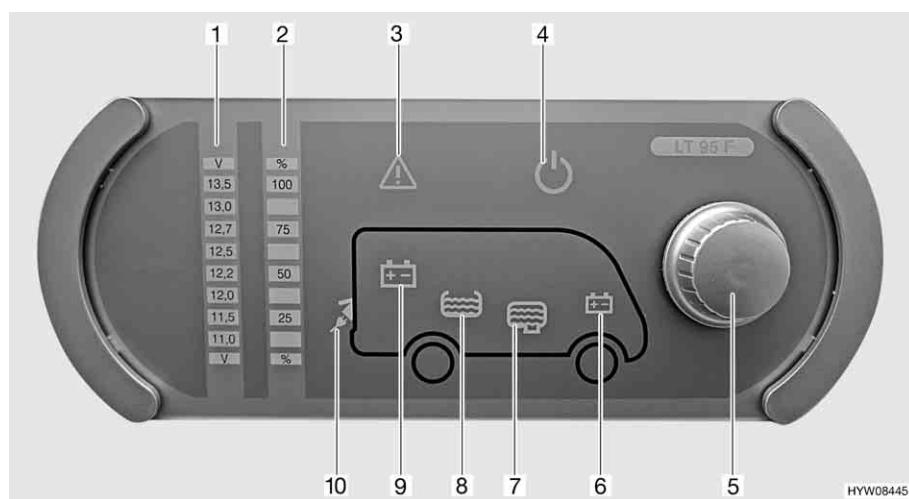

Fig. 60 Pannello di controllo (LT 95)
Il pulsante a rotazione (Fig. 60,5) inserisce o disinserisce il pannello di controllo e l'alimentazione a 12 V dell'abitacolo.
Accensione: ■ Premere il pulsante a rotazione (Fig. 60,5): L'alimentazione a 12 V dell'abitacolo è inserita. La spia di controllo a 12 V (Fig. 60,4) diventa verde.
Spegnimento: ■ Premere il pulsante a rotazione (Fig. 60,5): L'alimentazione a 12 V dell'abitacolo è disinserita. La spia di controllo a 12 V (Fig. 60,4) si spegne.
Mediante il pulsante a rotazione (Fig. 60,5) si possono interrogare sia la tensione della batteria dell'abitacolo che la tensione della batteria di avviamento. La tensione viene visualizzata sulla scala indicatore per la tensione della batteria (Fig. 60,1).
Indicazione: ■ Ruotare il pulsante a rotazione (Fig. 60,5), finché si accende il simbolo della batteria della quale deve essere interrogata la tensione.
Viene indicata la tensione della batteria dell'abitacolo (Fig. 60,9)
Viene indicata la tensione della batteria di avviamento (Fig. 60,6)
- Leggere la tensione sulla scala indicatore della tensione della batteria (Fig. 60,1).
Mediante il pulsante a rotazione (Fig. 60,5) si possono interrogare sia il livello del serbatoio dell'acqua che il livello del serbatoio delle acque grigie. Il livello viene visualizzato sulla scala indicatore livello dei serbatoi (Fig. 60,2).
Indicazione: ■ Ruotare il pulsante a rotazione (Fig. 60,5), finché si accende il simbolo del serbatoio del quale deve essere interrogato il livello.
Viene indicato il livello del serbatoio dell'acqua (Fig. 60,8)
Viene indicato il livello del serbatoio delle acque grigie (Fig. 60,7)
- Leggere il livello sulla scala indicatore del livello serbatoio (Fig. 60,2).
La spia luminosa Alarm (Fig. 60,3) lampeggia non appena i valori limite fissati vengono superati per eccesso o per difetto.
La spia luminosa Alarm (Fig. 60,3) lampeggia non appena la tensione della batteria scende al di sotto di 11 V. Se l'alimentazione a 12 V è accesa, si accende anche il relativo simbolo della batteria (Fig. 60,6 o 9), e l'indicatore "11,0" sulla scala indicatore della tensione della batteria (Fig. 60,1) lampeggia. Rischio di uno scaricamento totale della batteria.
La spia luminosa Alarm (Fig. 60,3) lampeggia ed il relativo simbolo del serbatoio (Fig. 60,7 o 8) si accende non appena il serbatoio dell'acqua è vuoto o il serbatoio delle acque grigie è pieno.
La spia di controllo a 230 V (Fig. 60,10) si accende quando all'ingresso della centralina elettrica è presente una tensione di rete.